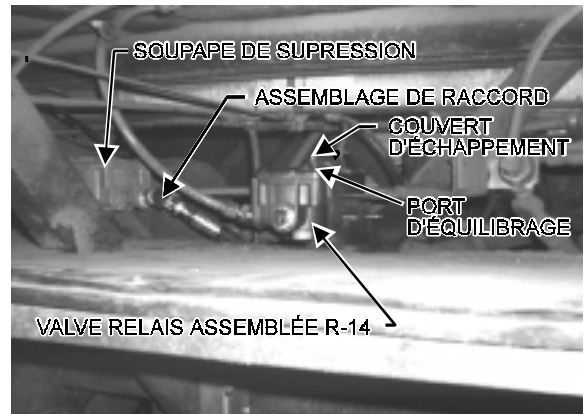
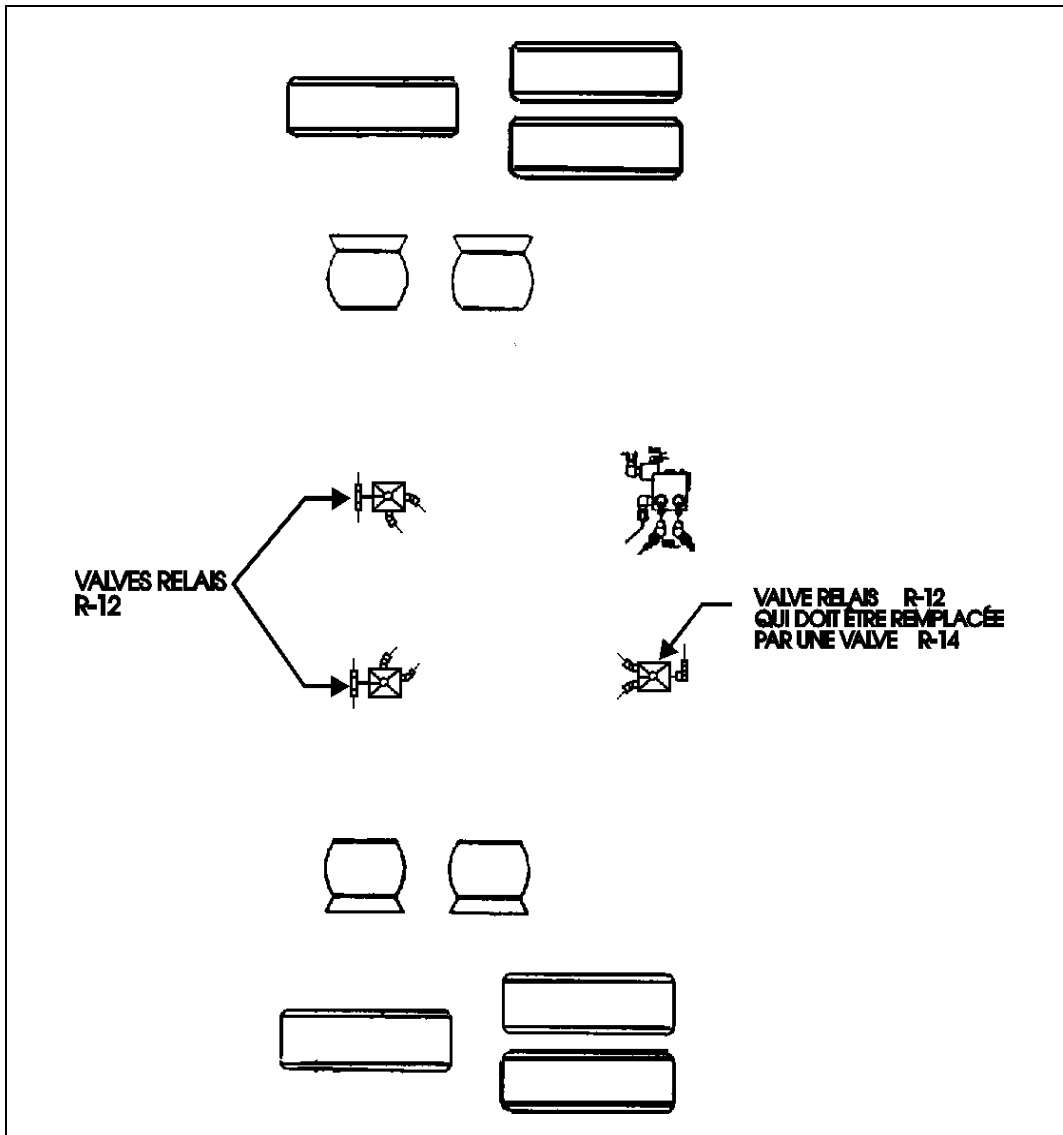

FIGURE 4: VALVE RELAIS ASSEMBLÉE
FIGURE 5: POSITION DES VALVES À RELAIS
Ajout de la figure 5 dans le but de localiser la valve relais assemblée R-12 mentionnée à l'étape 7.
7. Remplacer la valve relais assemblée R-12 (située à droite plus en avant des deux autres valves R-12, Fig. 5) avec une valve relais R-14 #641120 et réinstaller tous les boyaux incluant les raccords aux mêmes emplacements qu'avant. Installer le couvert d'échappement #641391 sur le port d'équilibrage avec la vis #641390. (Fig. 4)